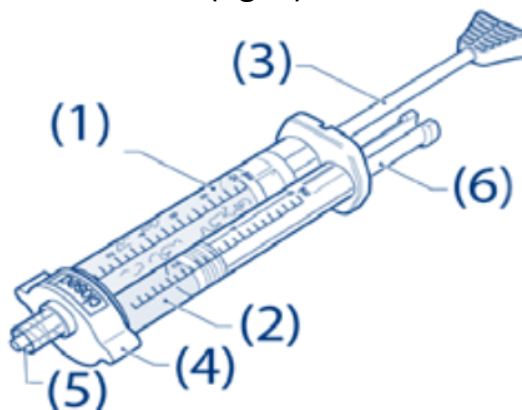

Figura 1: Dispositivo auxiliar
El dispositivo auxiliar que se muestra en la figura 1 consta de: Dos cámaras independientes, una que contiene polvo (1) y la otra que contiene el líquido solidificante (2).